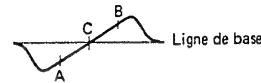

Fig. 4
2. Utiliser le noyau T106 pour obtenir la courbe en S représentée sur la figure 4. Rendre A et B symétrique aux environs du point C pour obtenir la linéarité.